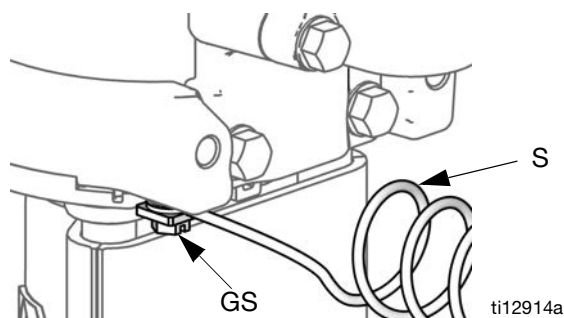

图 3. 将泵接地
**泵：**参见图 3。请确认是否已连接接地螺丝 (GS)，并拧紧至气动马达。将接地导线的另一端 (S) 连接到真正的大地接地点上。